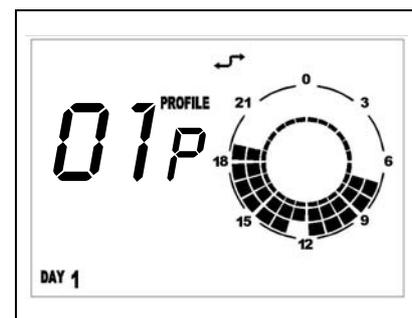

Figura 10
- Sul display in alto a destra comparirà la scritta **PROFILE** e il numero del profilo selezionato lampeggiante (Figura 10).